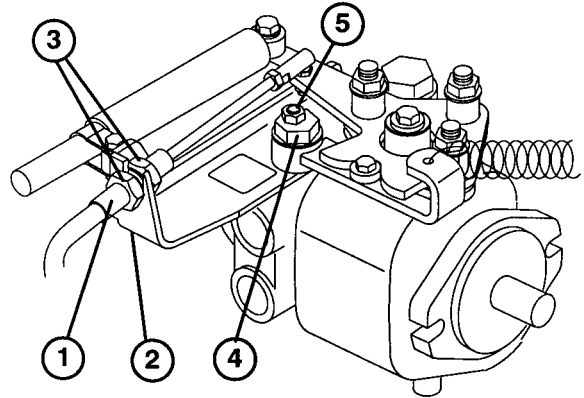

図 41
- A. トラクション・コントロール・ケーブルをハイドロスタット上のバルクヘッドに固定しているジャムナット（2個とも）をゆるめる（図41）。
- B. 偏芯ボルト固定用ナット（ハイドロスタットについている）をゆるめる（図41）。
- D. 車輪の回転が止まる位置まで偏芯ボルト（図41）を回し、ロックナットで固定、機能レバーを何
- E. バルクヘッド両側からロックナットを均等に締めてケーブルを固定する。ケーブルを引っ張らないように注意する（図41）。